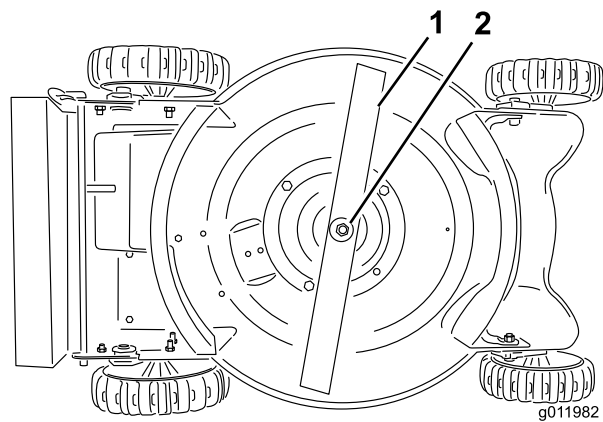

Figure 12
4. Déposez la lame en tournant le boulon dans le sens antihoraire (Figure 12).